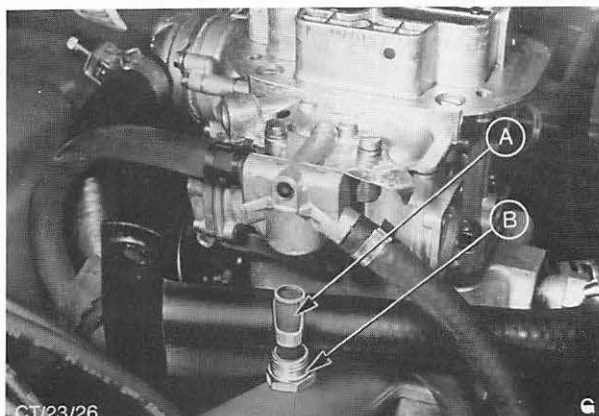

Abb. 54 Einbaulage – Einlaß-Filterstieb
5. Verschlußschraube im Kraftstoffeinfußstutzen herausdrehen und Filtersieb entfernen. Abb. 54.